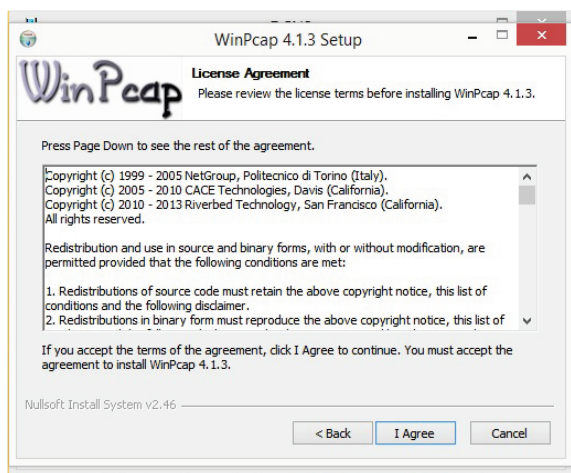

Рисунок 8
- ознакомление и принятия лицензионного соглашения (рис. 8);